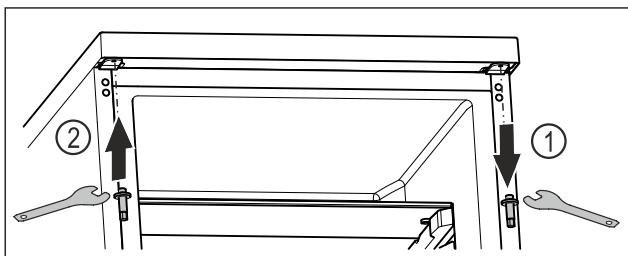

Fig. 18
- S ključem z zunanjim šestkotnikom odvijte zgornji sornik. Fig. 18 (1)
- S ključem z zunanjim šestkotnikom trdno privijte sornik na nasprotni strani. Fig. 18 (2)